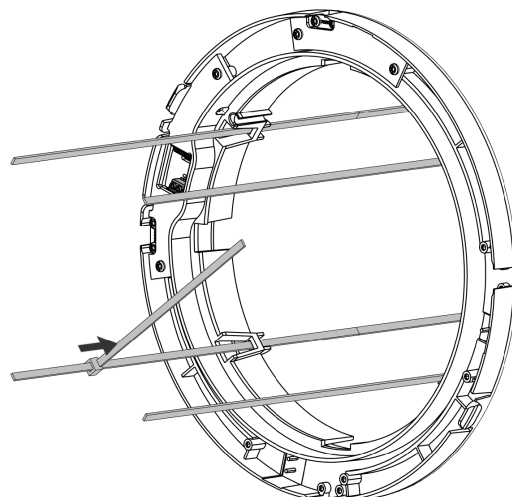

Abbildung 21 - Es wird jeweils ein loser Kabelbinder montiert
2. Jeweils einen der mitgelieferten losen Kabelbinder (2) über das Ende eines jeden der befestigten Kabelbinder ziehen, siehe Abbildung 21.